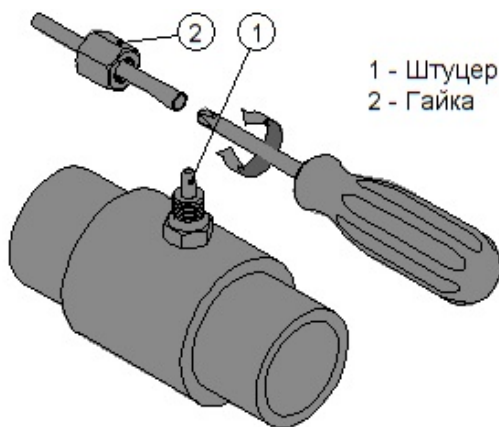

Рис.4.2-6 Развальцовка трубки PTFE
образный выступ с торца подключаемого элемента (шланга или клапана впрыска, см. рис.4.2-6 поз.1).
- Скрутить гайку со штуцера и надеть её на трубку PTFE, как это показано на рис.4.2-6;